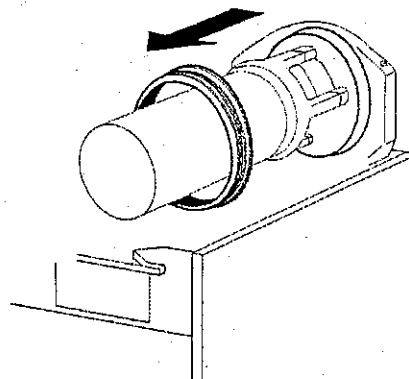

Fig. 11
5. Tag beholderens tætningsring af (se fig. 11).